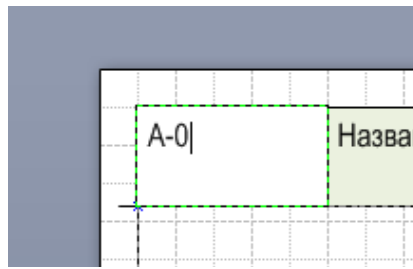

Рисунок 4.3
- 3) Для изменения текстового наполнения верхней части бланка необходимо воспользоваться командой «Текст» вкладки «Главная». Далее, с помощью инструмента необходимо выделить левый верхний блок текста «Уровень процесса» и ввести А-0. (рис. 4.3)